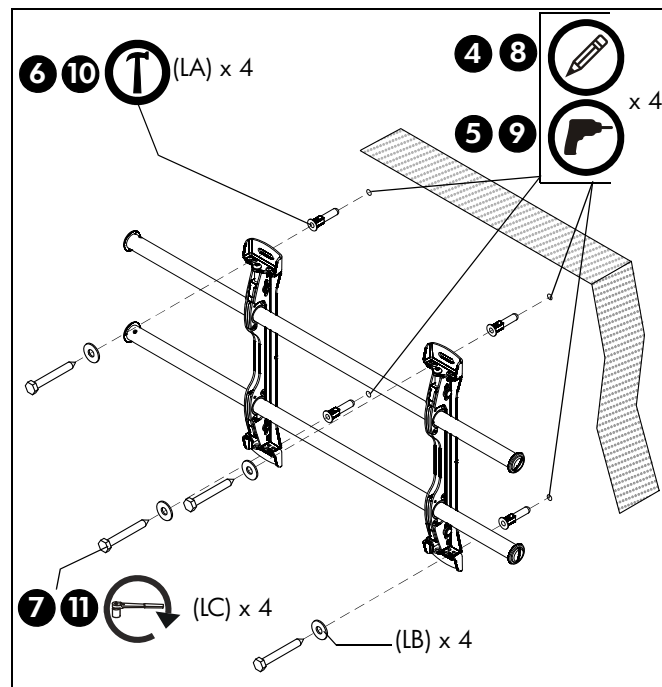

рис. 3
4. При помощи уровня сделайте на стене отметки в местах размещения верхних монтажных отверстий. (См. рис. 3)
6. Забейте молотком дюбели (LA) в каждое направляющее отверстие.
7. Прикрепите верхнюю часть крепления к дюбелям в стене с помощью двух болтов  $5/16 \times 2-1/2''$  (LC) и двух плоских шайб  $5/16''$  (LB).
8. Отметьте точки размещения нижних монтажных отверстий. (См. рис. 3)
9. Просверлите в отмеченных местах по одному направляющему отверстию. (См. рис. 3)
10. Забейте молотком дюбели (LA) в каждое направляющее отверстие.
11. С помощью двух болтов  $5/16 \times 2-1/2''$  (LC) и двух плоских шайб  $5/16''$  (LB) прикрепите крепление через нижние монтажные отверстия. (См. рис. 3)